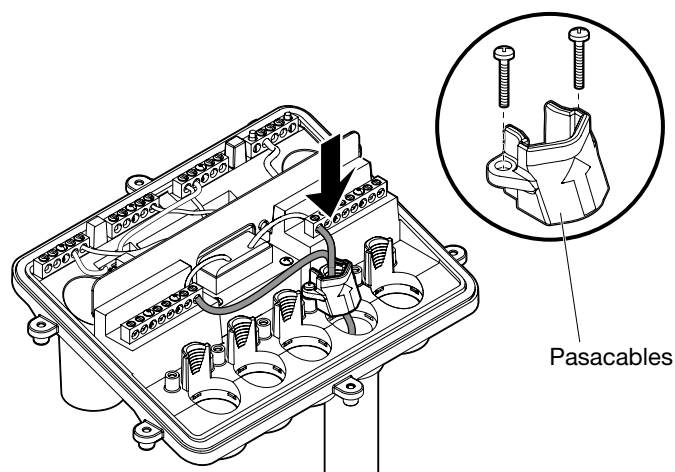

FIG. 9. Ubicación de los pasacables
10. Instale los pasacables para bajo voltaje. Consulte FIG. 9: